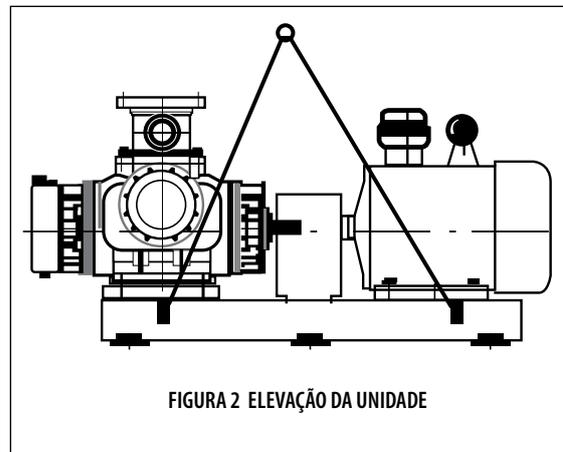

FIGURA 2 ELEVAÇÃO DA UNIDADE
3. Ao levantar a unidade de bombeamento (motor incluído), deve-se prender uma corrente ao gancho na placa de base. Certifique-se de que nenhum tubo ou acessório conectado seja danificado. Consulte a Figura 2 para referência.